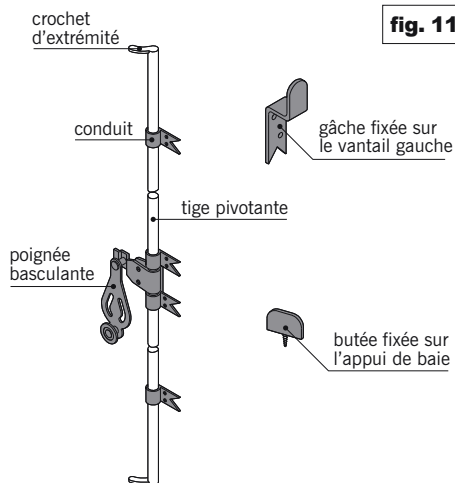

fig. 11.68
■ **L'espagnolette** (fig. 11.68) : dispositif de fermeture des volets battants (et également de certaines croisées), constitué d'une tige métallique verticale actionnée par une poignée et dont les extrémités en forme de crochets s'engagent, lors du verrouillage, dans des gâches.